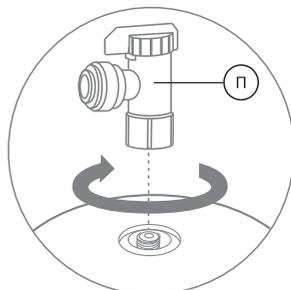

Рис. 22
4. Накрутите вентиль на резьбовой штуцер бака, используя идущую в комплекте уплотнительную шайбу (рис. 22). Запрещается применение дополнительных уплотнительных материалов, таких как фум-лента, сантехнический лен, герметик.